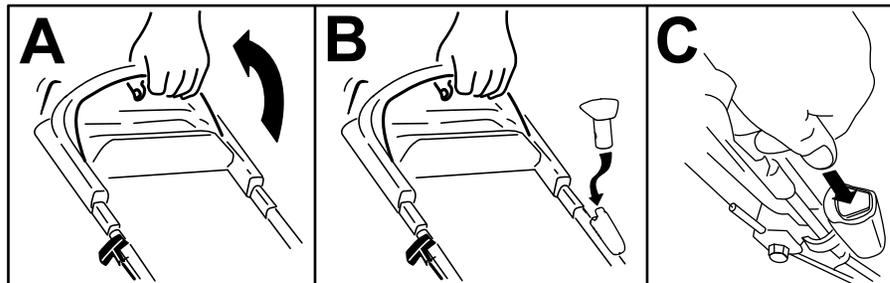

Figure 13
1. Maintenez la barre de commande de la lame contre la poignée (A de Figure 13).
2. Si vous avez retiré le bouton de démarrage électrique, insérez-le dans le démarreur électrique (B de Figure 13).
3. Appuyez sur le bouton de démarrage électrique jusqu'à ce que le moteur démarre (C de Figure 13).